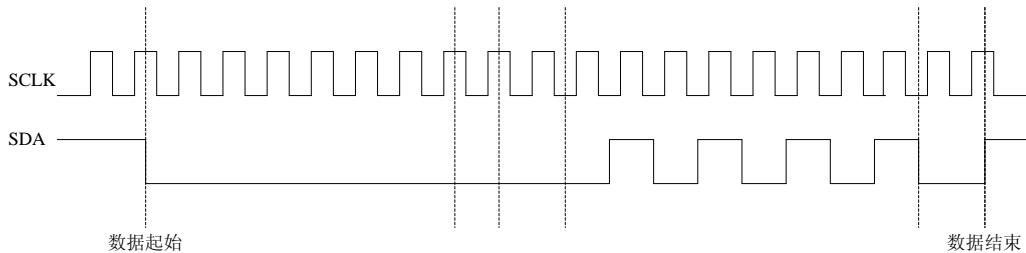

图 3-5 IIC 协议时序图
1. 参照“例 3: 输出 IIC 协议数字波”设置 IIC 协议, 使用默认参数设置。输出如下图 3-5所示的 IIC 协议时序图:
由图 3-5可见, 时钟高电平时, 数据线由高到低表示 IIC 协议数据起始, 接着是地址 (0x00), 写操作 (0), 应答位 (高阻), 1Byte 数据 (01 码), 应答位 (高阻), 结束位 (时钟高电平时, 数据线由低到高表示 IIC 协议结束)。
- 3) 根据图 3-5所示时序图可编辑 D0, D1 的数据, 而由于 D2 为掩码通道, 只有对应 D1(三态通道)有高阻输出的位为 1, 其余为 0。因此三个通道的数据 (二进制数据流) 如下所示: